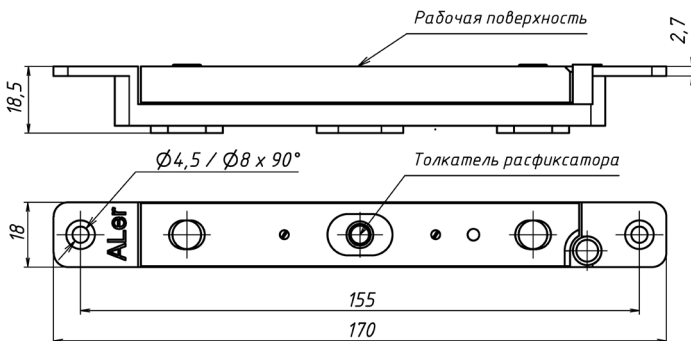

Рисунок 5 - Якорная часть замка AL-250SM
10.5 При длительной эксплуатации изделия рекомендуется проводить проверку надежности разблокировки замка. Разблокировка замка обеспечивается срабатыванием расфиксатора, расположенного в гнезде пластины якоря (рисунок 5). При нажатии на толкатель расфиксатора он должен утапливаться в тело якоря и свободно возвращаться в исходное состояние.